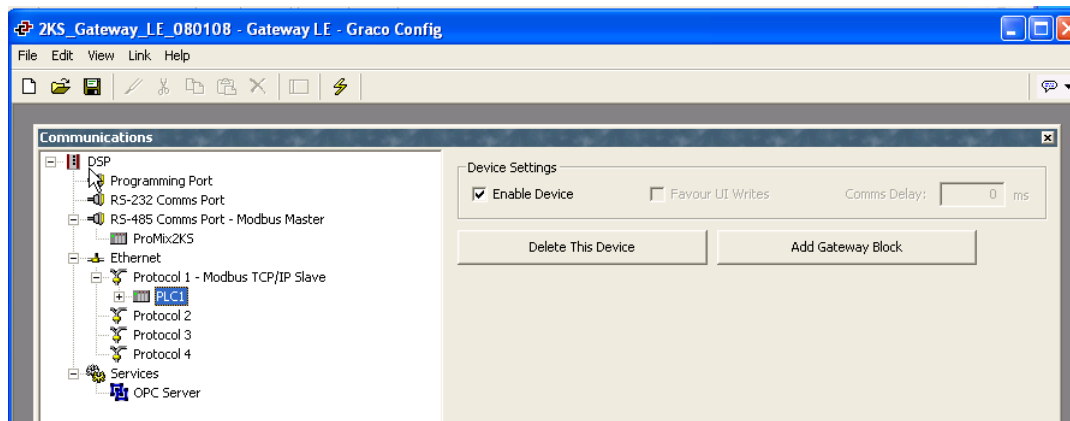

FIG. 21: Döp om PLC1
3. Se FIG. 21. Högerklicka på enheten PLC1 för att döpa om det till något meningsfullt för ditt system.